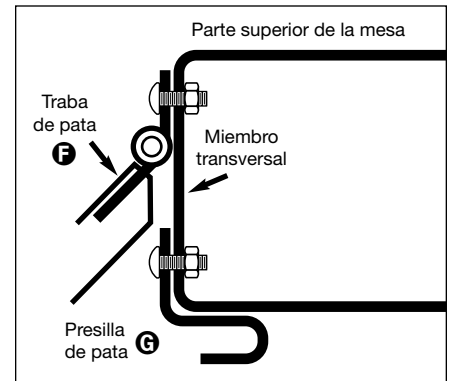
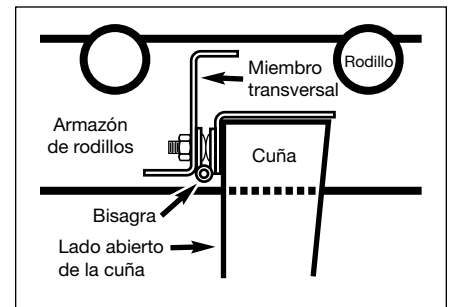
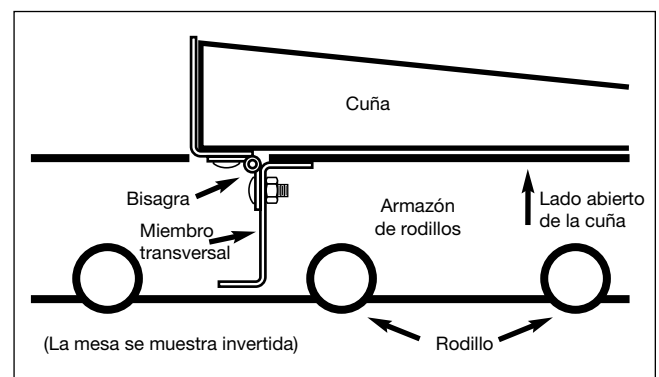

Figura 2
Figura 3
Figura 4
4. Coloque el armazón de rodillos **A B** invertido sobre una superficie nivelada y monte las presillas de pata **G**. Las presillas se montan en los orificios superiores de los miembros transversales centrales según se encuentra orientado actualmente el armazón (vea la Figura 2). De esta forma estarán colocadas en la parte inferior del armazón cuando la unidad esté en la posición vertical. Use (2) pernos de cabeza redonda #10-24 x 1/2" y (2) tuercas de tope #10-24.
5. Fije la bisagra de pata de aleta suelta **K** en la cuña de pata interna **C**. Oriéntela de tal manera que cuando la pata esté en la posición vertical (según lo estará durante su uso), la 1/2 suelta de la bisagra cuelgue hacia abajo. El lado plano de la bisagra deberá dar hacia la cuña. El lado del pasador de la bisagra tiene que dar de cara hacia afuera o alejado de la cuña. Asegúrela con (4) pernos de cabeza redonda #10-24 x 1/2" y (4) tuercas de tope #10-24. Primero, alimente los pernos a través de la bisagra.
6. Pliegue la traba de la pata por la mitad y coloque el ensamble de la pata sobre el armazón de rodillos. Oriéntela de tal manera que la 1/2 suelta de la bisagra cuelgue hacia abajo y esté en línea con los orificios del miembro transversal del armazón de rodillos. Asegure la bisagra en el armazón de rodillos con (4) pernos de cabeza redonda #10-24 x 1/2" y (4) tuercas de tope #10-24. Figura 3 y Figura 4.
7. Incline la unidad de lado y gire las patas en sus posiciones verticales. Fije los extremos sueltos de las trabas de pata en el miembro transversal central del armazón de rodillos. ¡NO TRATE DE FIJARLOS CON EL ARMAZÓN INVERTIDO! La pata podría cerrarse de golpe ocasionando lesiones. Asegúrelos con (2) pernos de cabeza redonda #10-24 x 1/2" y (2) tuercas de tope #10-24. Figura 2.
8. Instale los (4) deslizadores ajustables **L** dentro de los rebordes roscados de las patas.